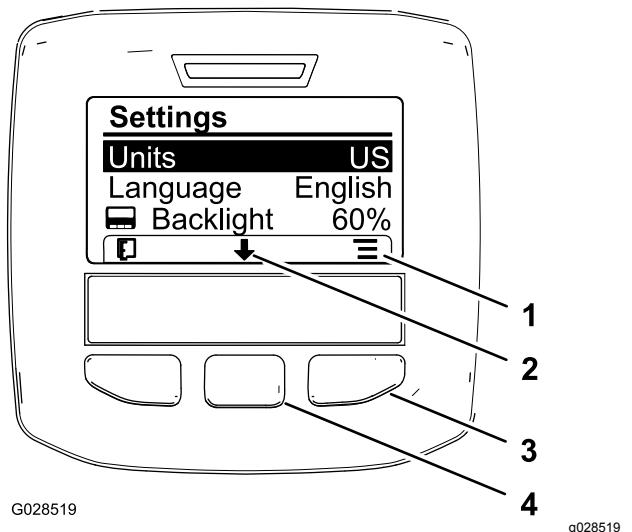

Figura 9
- Para cambiar la unidad de medida, utilice el botón de selección central para desplazarse hasta la opción UNITS (Unidades) Figura 9.
- Pulse el botón de selección derecho para cambiar las unidades de medida enumeradas (Figura 9).
- Para cambiar el idioma usado en la pantalla, pulse el botón de selección central (el botón situado debajo del ícono de flecha abajo en la pantalla) para mover la opción seleccionada hasta Idioma (Figura 9).
- Pulse el botón de selección derecho (el botón situado debajo del ícono de lista en la pantalla) para resaltar el idioma utilizado en la pantalla (Figura 9).